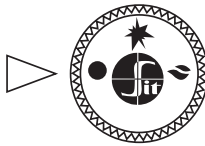

Рис. 8.
- 7.2. В исходном (выключенном) положении ручка управления находится в положении «**точка**» (рис. 8). Пилотная и основные горелки погашены (подача газа к ним заблокирована).